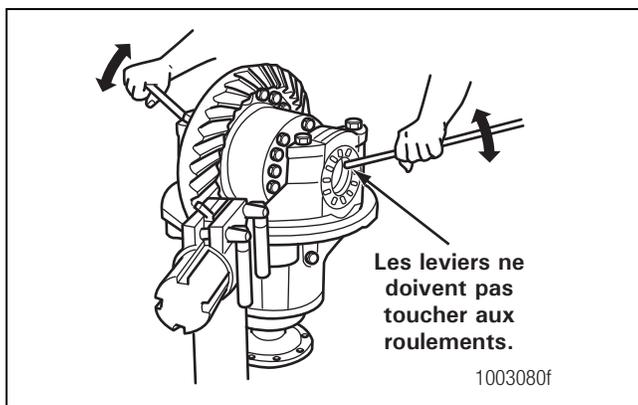

Figure 5.56
- A. Glisser deux leviers entre les écrous de réglage de roulement, à l'extrémité du boîtier de différentiel. Les leviers ne doivent pas toucher les roulements de différentiel. Figure 5.56.